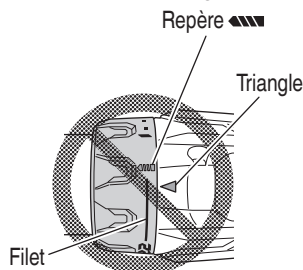

Fig. 12
- N'utilisez pas l'outil avec le sélecteur de débrayage positionné entre le chiffre "22" et la ligne au centre du symbole du foret "▲▲▲", vous risqueriez de l'endommager (Voir Fig. 12).